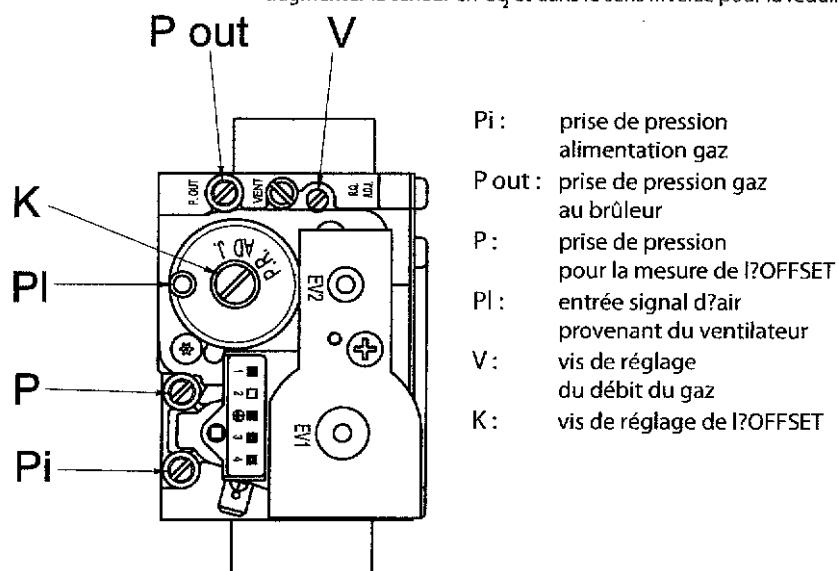

Fig. 27
2. Loosen the gas inlet pressure test point screw on the gas valve (see Fig. 27). Ensure the gas supply is on and open the boiler service cock to purge.
2. Desserrez la vis du point d'essai de pression de la prise de gaz sur la vanne à gaz (voir Fig. 27). Assurez-vous que l'alimentation du gaz est active et ouvrez le robinet d'alimentation du gaz de la chaudière pour le vidanger.